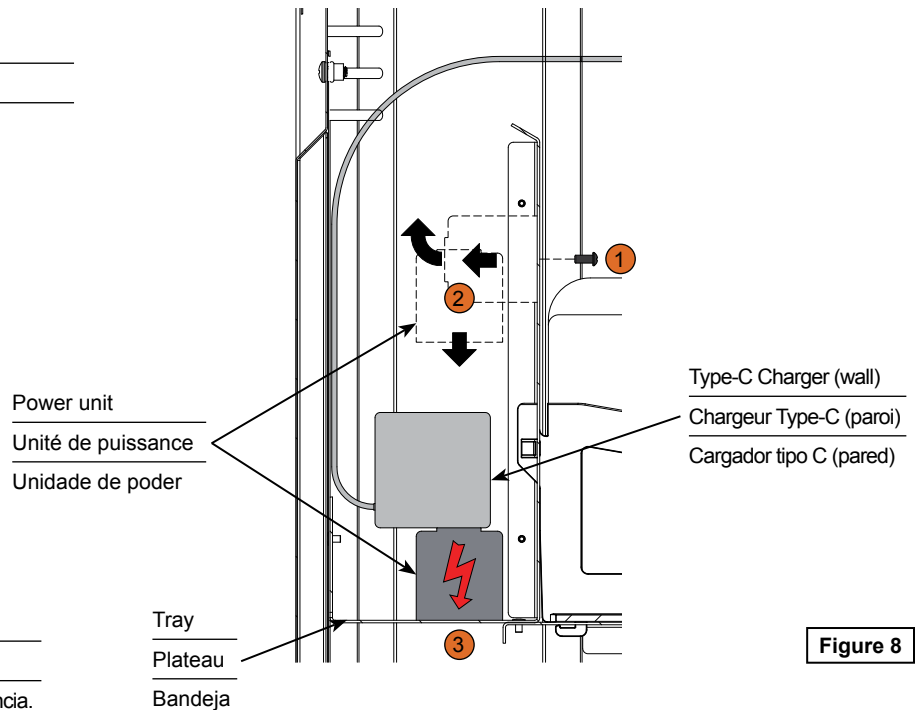

Figure 8
1. Remove power unit. **Figure 8.**
1. Retirez l'unité d'alimentation. **Figure 8.**
1. Retire la unidad de potencia. **Ilustración 8.**